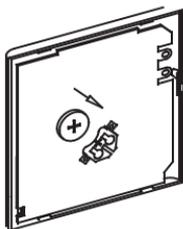

Figure 10 – Installation des piles
1. Placez la batterie dans l'unité et assurez-vous que le côté positif de la batterie correspond à la polarité (voir fig. 10).